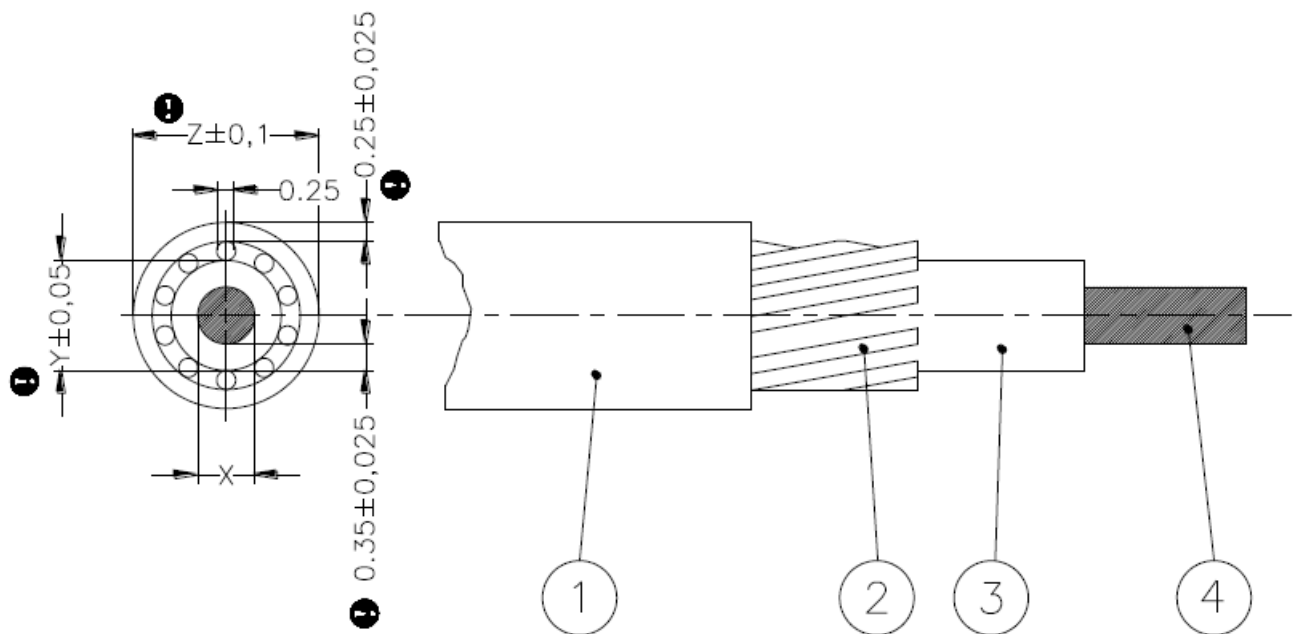

Рис. 2. Устройство нагревательного кабеля для **DEVIheat™ 150S (DSVF-150)**.
**DEVIheat™ 150S (DSVF-150)** изготавливается как нагревательный мат фиксированной площади с одножильным экранированным нагревательным кабелем толщиной 2,5 мм (Рис. 2), с двойной фторопластовой изоляцией и сплошным алюминиевым экраном. Кабель закреплен на самоклеющейся синтетической сетке, имеет один холодный соединительный провод. Кабель снабжен герметичными термоусадочными переходной и концевой муфтами.